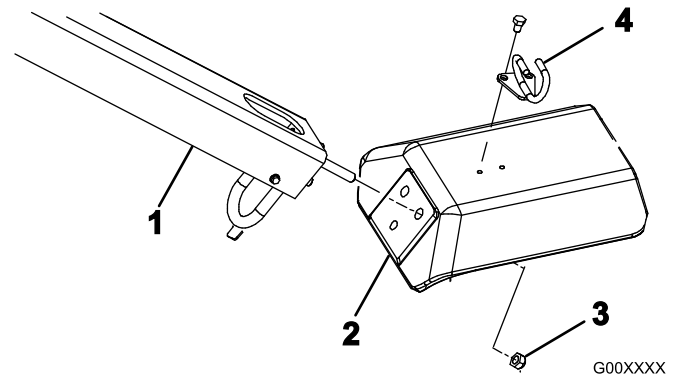

Рисунок 4
2. Вставьте шпильки крепления рукоятки в отверстия вилок (Рисунок 4).
3. Зафиксируйте шпильки рукоятки на вилке 3 контргайками (1/2 дюйма) (Рисунок 4)
5. Закрепите направляющую тросиков на вилке 2 болтами (5/16 x 1/2 дюйма) (Рисунок 4).